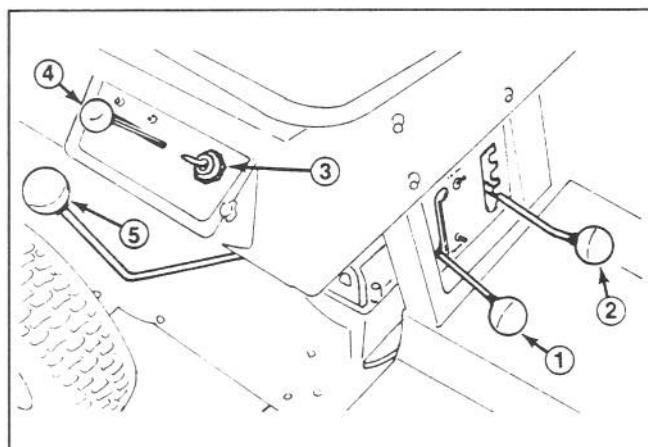

Figure 5
## Changement de vitesse (Fig. 5)
## Commande de la lame (Fig. 5)
## Commande des gaz (Fig. 5)
## Hauteur de coupe (Fig. 5)
## Contacteur d'allumage (Fig. 5)
2. Mettre les vitesses au POINT MORT et la commande de la lame sur DISENGAGE (Fig. 5).
3. Mettre la commande des gaz sur CHOKE (Fig. 5) pour démarrer un moteur froid. Un moteur chaud n'a pas besoin du starter. Mettre la commande des gaz sur FAST pour démarrer.
4. Tourner la clé de contact (Fig. 5) sur START. Lorsque le moteur démarre, relâcher la clé et mettre la commande des gaz à mi-course entre FAST et SLOW, si le starter a été utilisé pour démarrer.
1. Mettre la commande de la lame sur DISENGAGE (Fig. 5).
2. Mettre la commande de hauteur de coupe (Fig. 5) à la position désirée.